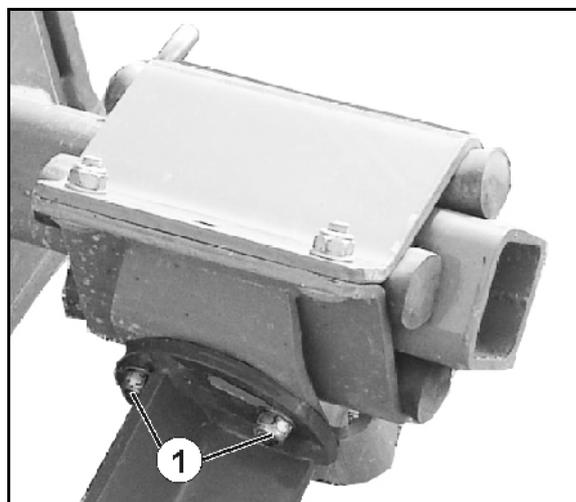

Fig. 51
2. Desserrez les 3 raccords à vis (Fig. 51/1).